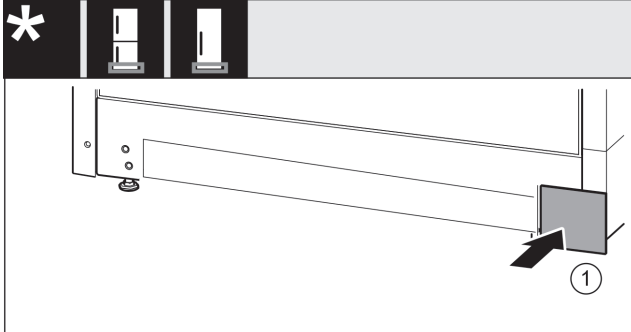

Fig. 27
- Abdeckung *Fig. 27 (1)* auf der anderen Seite wieder aufsetzen.